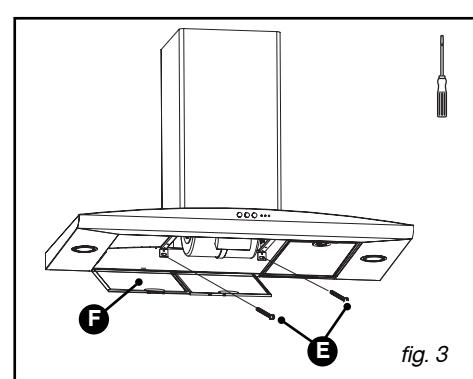

fig. 3
- Avvitare le due viti dal basso (E/fig.3).